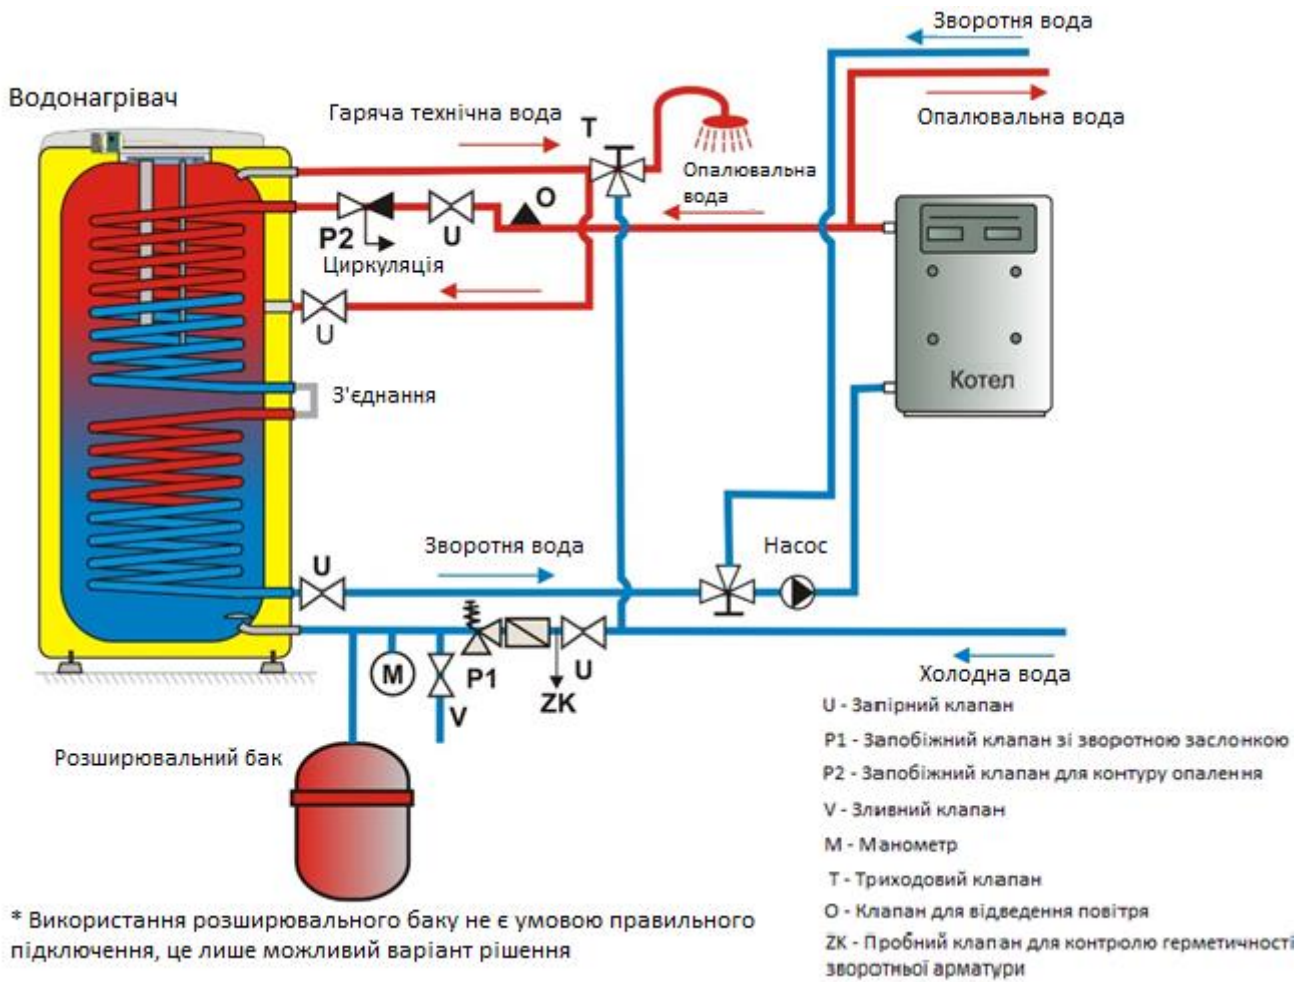
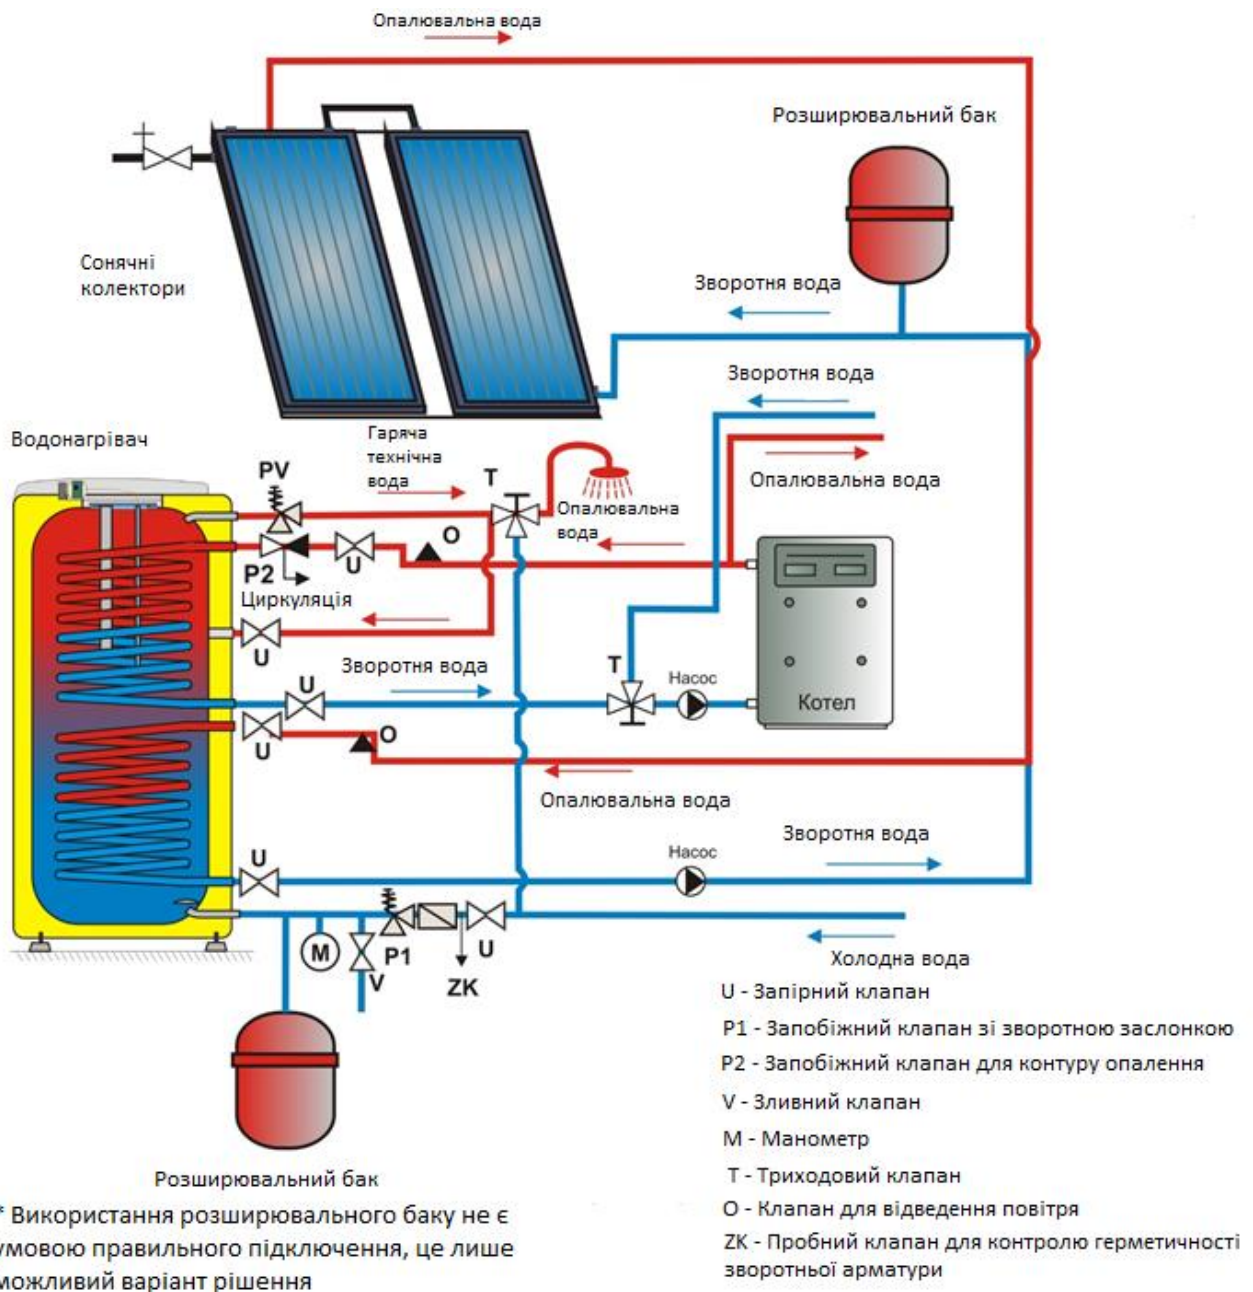
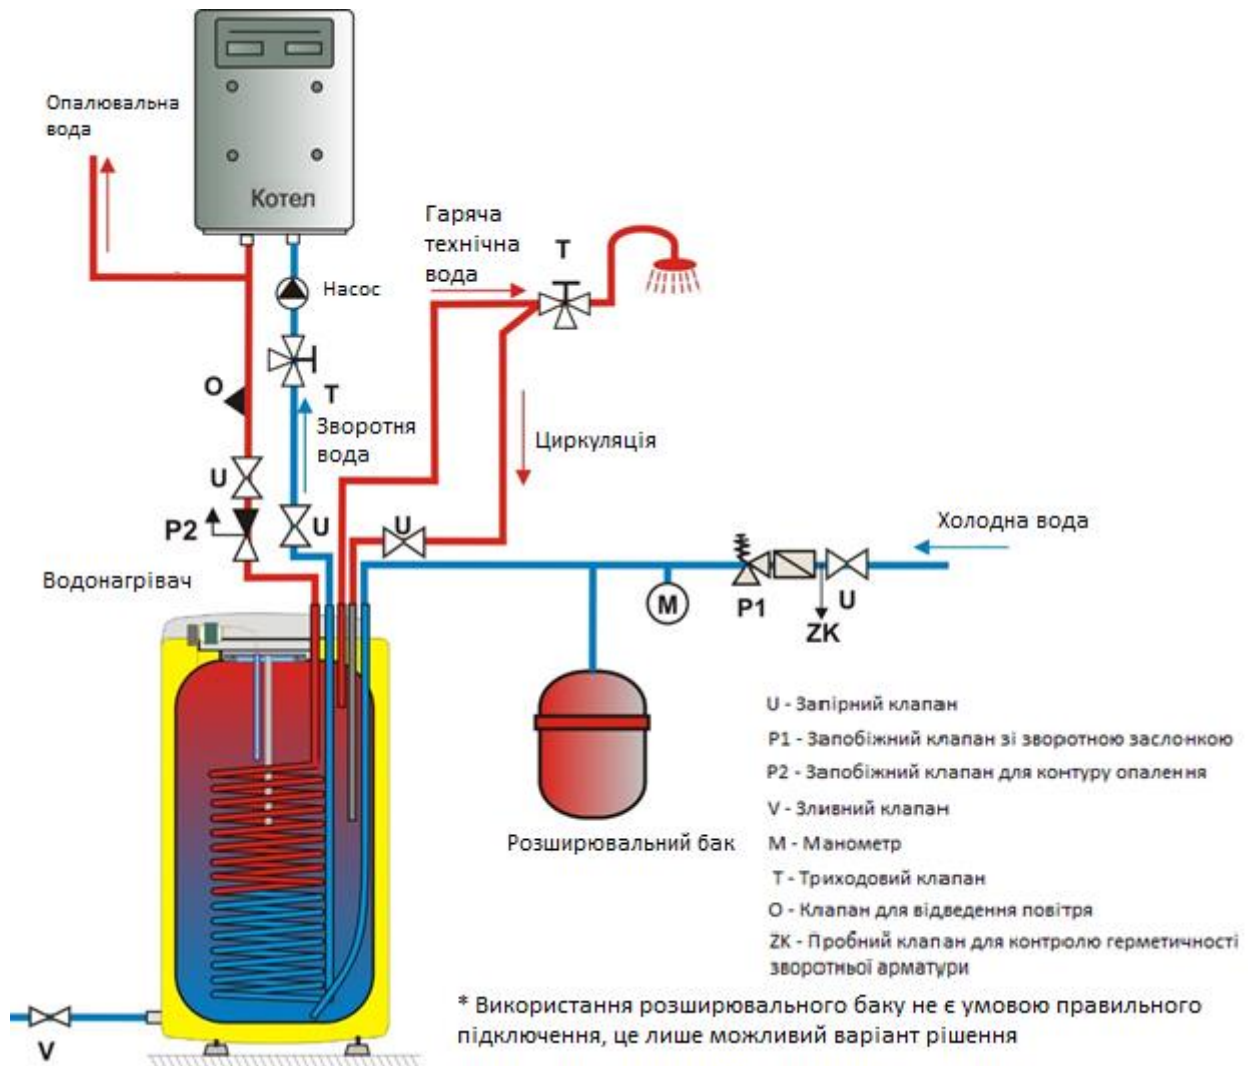

Рисунок 9
Рисунок 10
Рисунок 11
Підключення водонагрівача до водопроводу зображено на (Рисунок 7, Рисунок 8, Рисунок 9, Рисунок 10, Рисунок 11). Для можливості відключення резервуару, на входах і виходах технічної води необхідно змонтувати гвинтову муфту Js 3/4". Якщо розподіл гарячої води обладнано циркуляційним контуром, зворотній патрубок підключається до входу, ідентифікованого як ЦИРИКУЛЯЦІЯ. Типи 100, 125, 160 NTR та 100, 125, 160 NTR / HV обладнані зливним виходом. У типів 200 NTR(R) на вхід гарячої води необхідно встановити Т-образну арматуру зі зливним клапаном. Водонагрівач повинен бути обладнаний запобіжним клапаном. Запобіжний клапан встановлюється на впуску холодної води, який позначений синім кільцем. Рекомендуємо якомога коротшу лінію гарячої води, що відводиться від водонагрівача, це зменшить втрати тепла. Водонагрівачі повинні бути обладнані зливним клапаном на впуску холодної води у водонагрівач, для можливого демонтажу або ремонту.